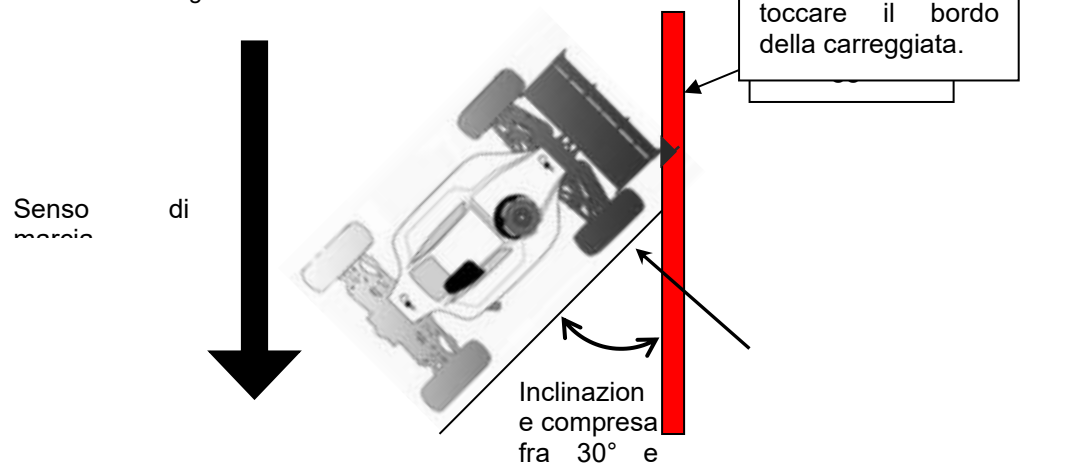

Figura 10: Disposizione modello in griglia
- Tutte le fasi finali saranno composte da un massimo di dodici (12) Piloti, salvo diversa decisione tecnica organizzativa del Direttore di Gara;
- Bump-UP:** I primi due (2) di ogni finale passano alla finale superiore con la posizione 11° e 12°;
- Allineamento Irregolare:** durante tutte le fasi finali, compresa la Finale, la ruota posteriore del modello (sinistra o destra a seconda del senso di percorrenza della pista), deve toccare il bordo della carreggiata (corrugato, tavola di legno, ecc.) ed essere posizionata dal Meccanico con un'inclinazione compresa fra i trenta (30°) ed i sessanta (60°) gradi rispetto alla direzione di marcia. Quando il modello tocca il bordo della carreggiata al Pilota gli sarà comminata uno Stop and Go. Si veda a corredo la Figura 10.